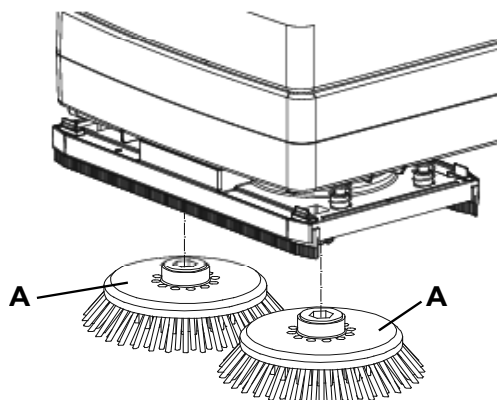

Figure 2
La machine est livrée avec une paire de brosses mises en place (A, Fig. 2). Selon le type de sol à nettoyer, il est possible de choisir le type de brosse à utiliser.
1. Soulever la machine en faisant levier sur le guidon (2).
2. Introduire les brosses (A, Fig. 2) dans les 2 moyeux de la tête (9).
3. Baisser la machine au moyen du guidon (2).